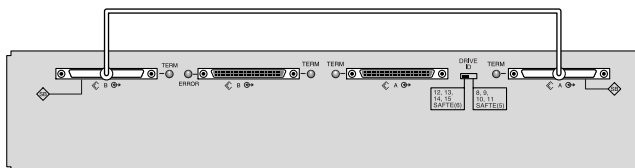
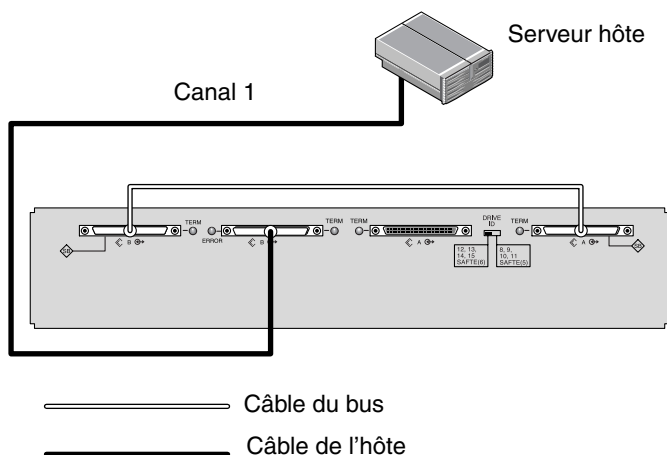
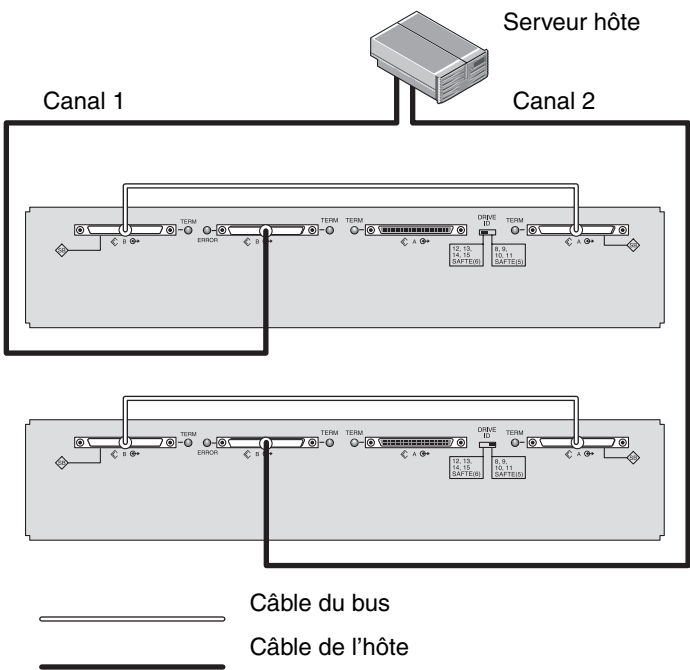

FIGURE 4-8 Câblage d'une unité JBOD monobus
FIGURE 4-9 Unité JBOD reliée directement à un hôte (monobus)
FIGURE 4-10 Unités JBOD reliées directement à un hôte (monobus)
2. Reliez la baie JBOD à un serveur hôte à l'aide de câbles SCSI, comme illustré dans les FIGURE 4-8, FIGURE 4-9 ou FIGURE 4-10.
Dans la FIGURE 4-9, le serveur hôte est relié au port de sortie B. Le tableau suivant indique les ID d'unités concernant la FIGURE 4-9.
Dans la FIGURE 4-10, le serveur hôte est relié au port de sortie B. Le tableau suivant indique les ID d’unités concernant la FIGURE 4-10.